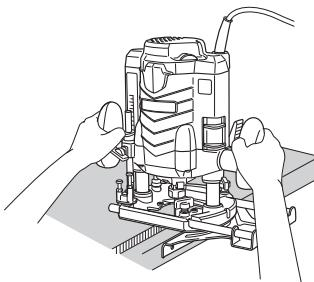

Fig. 13
- ① Introduzca la barra de la guía en el orificio de la base, ajuste la distancia entre la broca y la superficie de la guía y, a continuación, apriete el perno de mariposa firmemente (A) (accesorios estándar).
- ② Como se muestra en la Fig. 13, asegure firmemente la parte inferior de la base a la superficie procesada de los materiales. Haga avanzar la fresa mientas mantiene el plano de la guía sobre la superficie de los materiales.